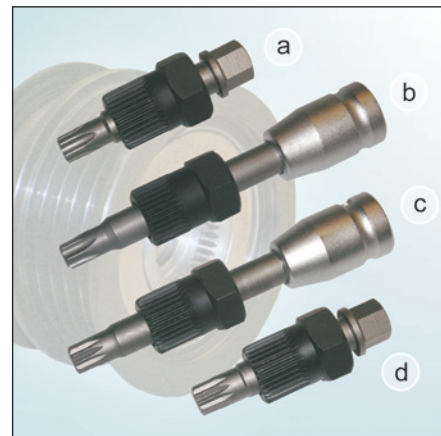

Fig. 3: Vista general herramienta especial
5. Montar la polea libre del alternador 535 0116 10 con herramienta especial correspondiente (ver fig. 3).